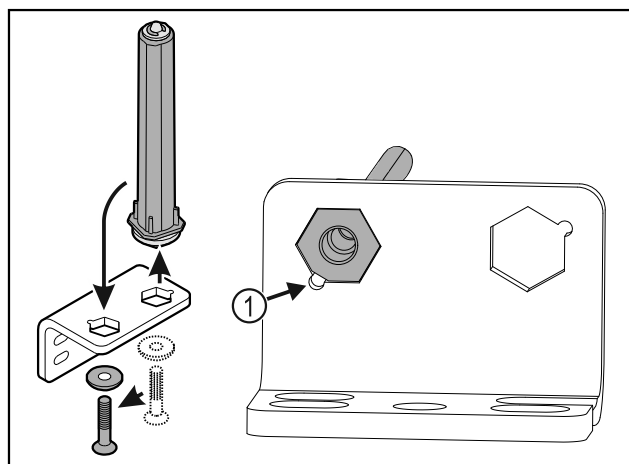

Fig. 33
- Let erop dat bij het plaatsen de boutafschuiving Fig. 33 (1) naar het ronde gat wijst.